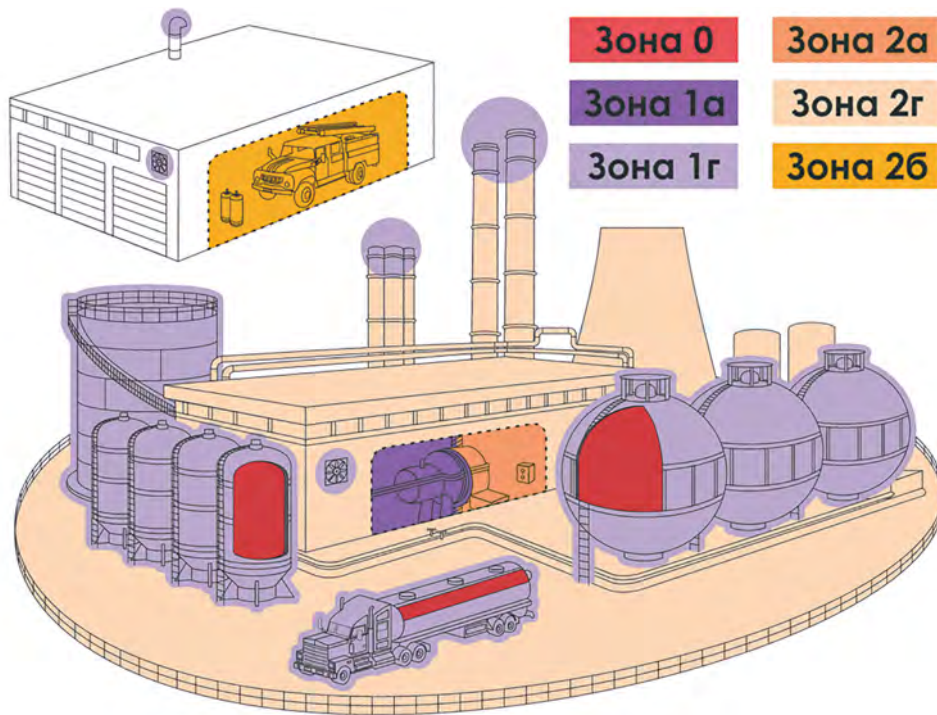

Рисунок 2. СП 42 3.1325800.2018
- **Взрывоопасная зона класса «1»** – пространство внутри помещения либо у наружной установки, в котором выделяются взрывоопасные горючие газы и пары ЛВЖ в количествах и со свойствами, позволяющими образовывать с воздухом взрывоопасные смеси в пределах между нижним и верхним концентрационными пределами диапазона воспламенения при ведении технологического процесса в нормальных условиях. Зона 1 разбивается на зоны 1а и 1г (рис. 2, 3).
центрационного предела диапазона воспламенения) или паров ЛВЖ с воздухом не образуются или возникают редко, или в результате аварий или неисправностей и сохраняются очень непродолжительное время. Зона 2 разбивается на зоны 2а, 2б и 2г (рис. 2, 3).